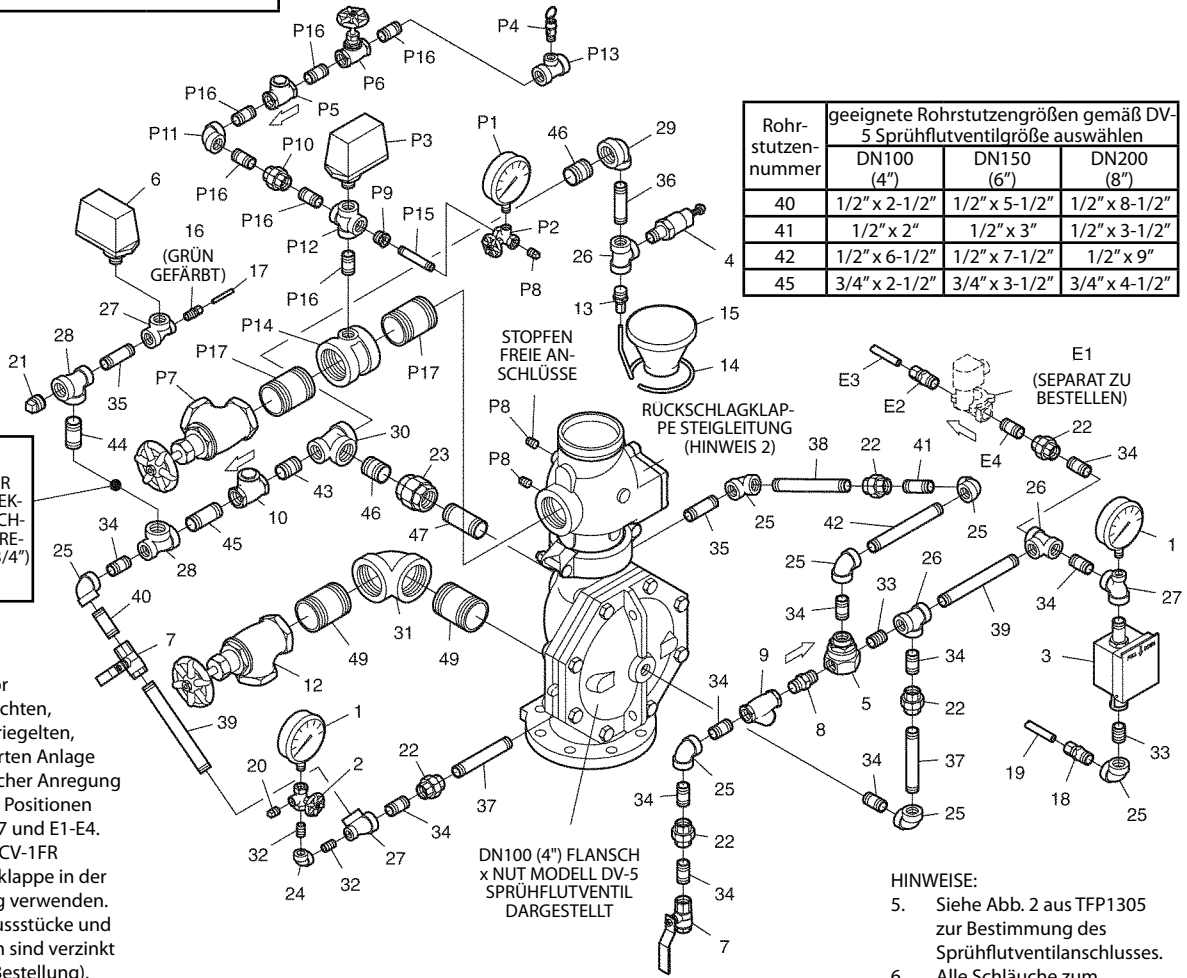

ABBILDUNG 2A — TEIL 3 VON 3
2. Stutzen 1-4 variieren in der Länge abhängig zur Größe des Modells DV-5. Gemäß Tabelle auswählen. Alle anderen, losen Rohrstützen müssen gemäß der geeigneten Zubehöreinteildarstellung, Abb. 2A Teil 1, 2 oder 3, angebracht werden.